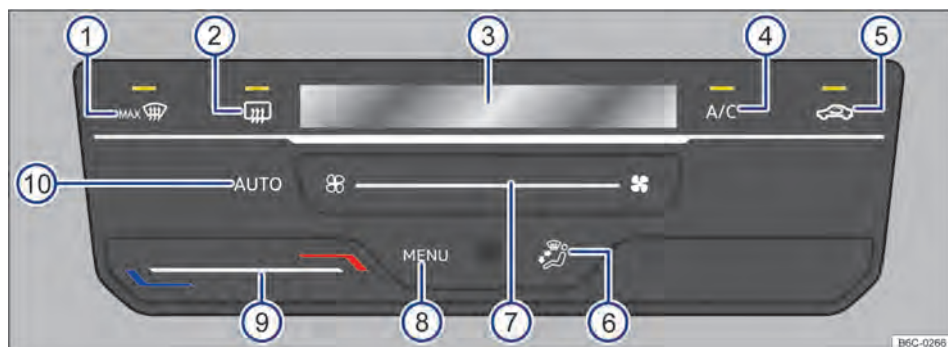

Fig. 83 Comandos do Climatronic.
Ao tocar na superfície de função **AUTO** → Fig. 83 (6) é possível ligar o modo automático do Climatronic.
O modo automático garante temperaturas constantes no interior do veículo. A temperatura do ar, o volume de ar e a distribuição de ar são regulados automaticamente. O funcionamento automático se desliga quando a ventilação é alterada manualmente → Fig. 83 (7) ou com a alteração da distribuição de ar através da superfície de função → Fig. 83 (6).
- *Climatronic*: tocar na superfície de função **A/C** → Fig. 83 (4) para ligar e desligar o funcionamento da refrigeração.
- *Climatronic*: deslizar o dedo sob a superfície de função → Fig. 83 (9).
No display do Climatronic → Fig. 83 (8) é indicada a temperatura ajustada.
- *Climatronic*: deslizar o dedo sob a superfície de função → Fig. 83 (7).
- *Climatronic*: tocar na superfície de função (5) → Fig. 83 (5).
- *Climatronic*: tocar na superfície de função → Fig. 83 (4) para posição desejada, a distribuição selecionada será indicada no display (8).
– **Climatronic:** tocar na superfície de função  → Fig. 83 (1).
– **Climatronic:** tocar na superfície de função  → Fig. 83 (2).
Para veículos com VW Play, pressionar **MENU** → Fig. 83 (8) para abrir o menu do ar-condicionado no rádio.